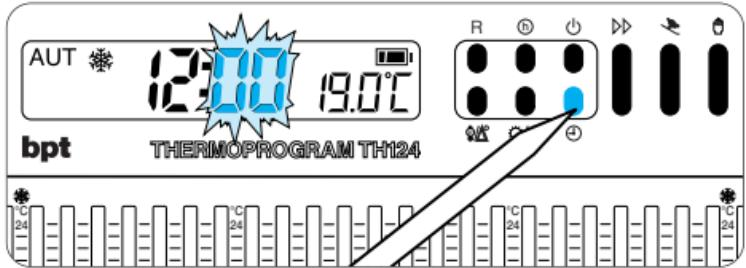

Fig. 15
5.1 - Premere il pulsante ⌂ (fig. 15).